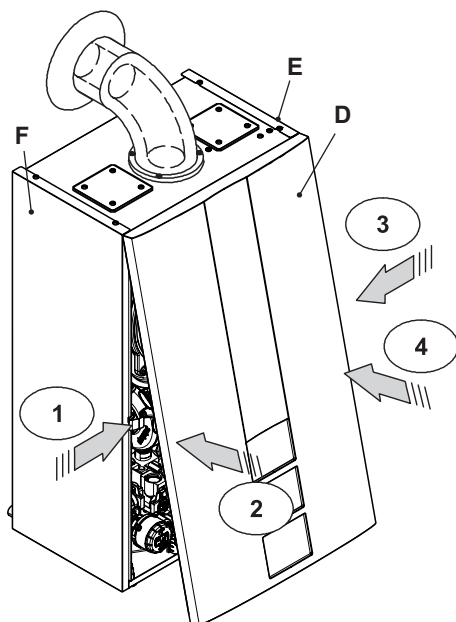

Figura 9.8
- Premere la molla verso l'interno e contemporaneamente spingere il pannello frontale D fino al suo completo aggancio (Figura 9.8) sequenza 1-2.
- Ripetere la stessa sequenza sul lato opposto del pannello frontale D, (Figura 9.8) sequenza 3-4.